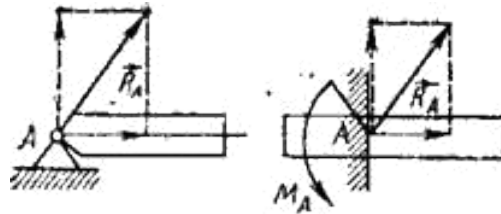

Рис. 3
- 23 Почему со стороны неподвижного шарнира на брус действует только сила R_A (реакция шарнира), а при жесткой заделке бруса на него действует и сила R_A и реактивный момент заделки M_A (рис. 3)?